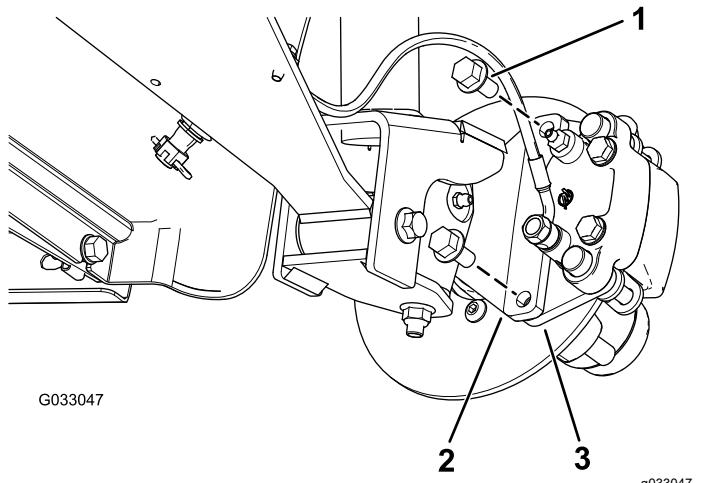
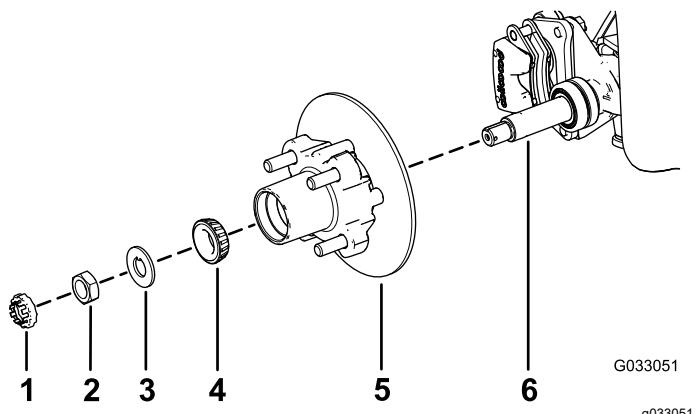

Figura 26
Figura 30
3. Retire os parafusos de cabeç^a flangeada (3/8 x 3/4 pol.) que prendem o suporte para o conjunto dos trav^{ões} ao eixo e afaste o trav^{ão} do eixo (Figura 26).
1. Aplique uma leve camada do lubrificante especificado no eixo (Figura 30).
2. Monte o cubo e o rotor no eixo com o rotor interior (Figura 30).
3. Monte o rolamento exterior no eixo e coloque o rolamento na correia exterior (Figura 30).
4. Monte a anilha com patilha no eixo (Figura 30).
5. Enrosque a porca do eixo no eixo e aperte a porca com 15 N·m, enquanto roda o cubo para assentar o rolamento (Figura 30).
2. Alinhe as pastilhas dos travões com cada lado do rotor (Figura 26) e os orifícios no suporte da pinça com os orifícios na montagem dos travões da estrutura do eixo (Figura 30).
3. Prenda o suporte da pinça à estrutura do eixo (Figura 26) utilizando os dois parafusos de cabeçalha flangeada ($\frac{3}{8} \times \frac{3}{4}$ pol.)